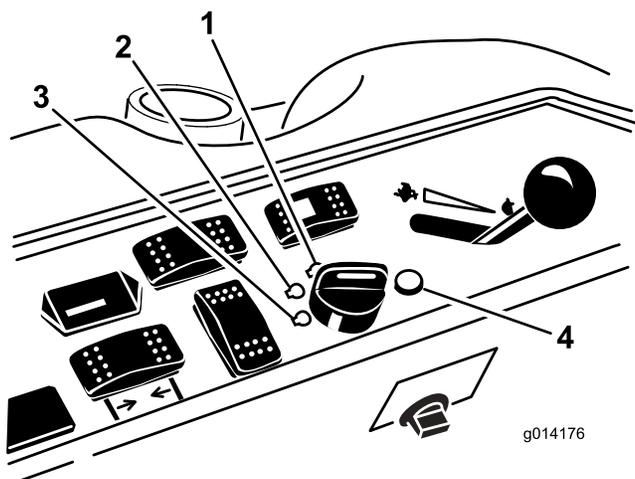

Рисунок 12
- Поверните ключ в замке зажигания по часовой стрелке в положение «Работа» (Рисунок 12).
- Поверните ключ в замке зажигания в положение «Выкл.» (Рисунок 12). Прежде чем покинуть рабочее место, дождитесь остановки всех движущихся частей.